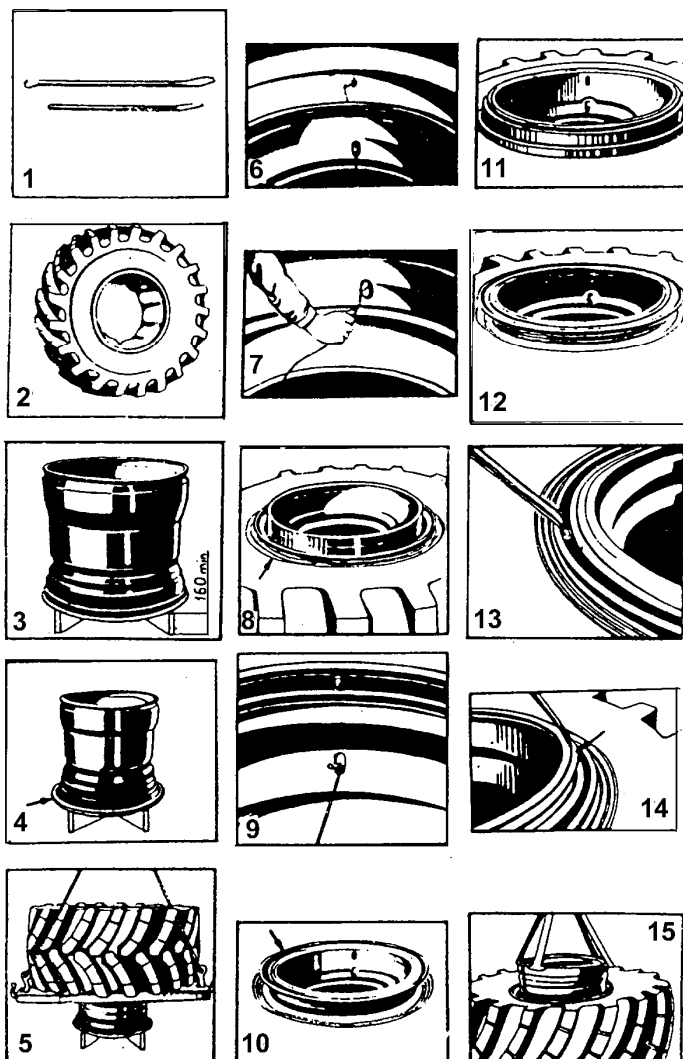

Рис. 70. Монтаж-демонтаж шины
2. Операции монтажа-демонтажа выполняются с помощью двух монтажных лопаток, прикладываемых в ЗИП (рис. 70, поз.1).
3. Подъем шины и колеса при монтаже-демонтаже осуществляется лицом, допущенным к управлению грузоподъемным механизмом с помощью грузозахватных приспособлений (типа показанных на рис. 70, поз.5).
Последовательность операций по монтажу-демонтажу шины производите в соответствии с рис. 70 поз.1...15.
1. Внутреннюю поверхность покрышки посыпьте тальком, вложите в покрышку камеру и подуйте ее настолько, чтобы она приняла естественную (рабочую) форму (рис. 70, поз.2), при этом необходимо учитывать направленность рисунка и место установки колеса на ступице, чтобы обеспечить совпадение указателей направления вращения шин (стрелки на боковинах покрышек) с направлением вращения колес при движении трактора вперед.
2. Установите обод на крестовину (рис. 70, поз.3) и наденьте на него бортовое кольцо (рис. 70, поз.4), при этом бортовое кольцо наружными кромками не должно упираться в крестовину.
3. Наденьте шину на обод (рис. 70, поз.5), при этом целесообразно введение вентиля камеры в вентиляное отверстие обода производить с помощью проволоки или тросика, предварительно закрепленных на вентиле (рис. 70, поз.6, 7).
4. Установите второе бортовое кольцо (рис. 70, поз.8).
на ободе (рис. 70, поз.9), наденьте посадочное съемное кольцо на обод (рис. 70, поз.10).
6. Установите замочное кольцо на обод (рис. 70, поз.11).
7. Во избежание самодемонтажа перед накачиванием необходимо бортовым кольцом надежно замкнуть посадочное съемное кольцо и замочное кольцо на ободе, при этом стыки разрезных частей колец должны быть в диаметрально противоположном положении (рис. 70, поз.12). Соблюдая меры предосторожности, накачайте шину до давления не более 0,05-0,06 МПа (0,5-0,6 кгс/см2) и убедитесь в том, что шина по всей длине окружности зашла за посадочное съемное кольцо. Если борт шины в некоторых местах уперся в торец посадочного съемного кольца, необходимо заправить кольцо под борт монтажной лопаткой.
2. Осадите борт шины с посадочной полки путем введения крючкообразного конца одной монтажной лопатки и плоского конца другой между бортовым и посадочно-съёмным кольцами и отжатия противоположных концов лопаток вниз. Осаживание производится обходом по кругу, начиная с места расположения демонтажного паза на посадочном съёмном кольце (рис. 70, поз.13).
3. Постукиванием по буртику посадочного съёмного колеса осадите последнее с буртика замочного кольца, затем введите плоский конец одной из монтажных лопаток в демонтажный паз замочного кольца и, отжимая противоположный конец лопатки к центру колеса, выведите конец замочного кольца из зацепления с ободом (рис. 70, поз.14).
9. Извлеките обод из шины (рис. 70, поз.15).